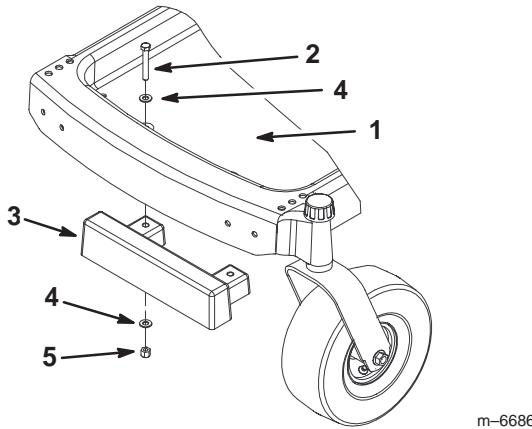

Figure 3
2. Fixez la masse avant à la base du repose-pied à l'aide de 2 boulons (3/8 x 2-1/4 pouce), 4 rondelles (3/8 pouce) et 2 écrous (3/8 pouce) (Fig. 3).
Remarque : Vérifiez que la masse est montée comme illustré à la Figure 3.